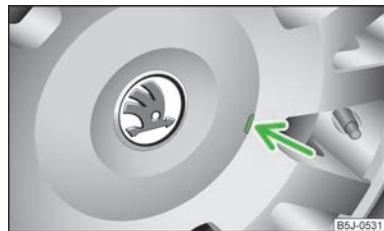

Fig. 129
- Desmontar con cuidado el embellecedor de rueda por medio del estribo de alambre de la herramienta de a bordo » fig. 129.